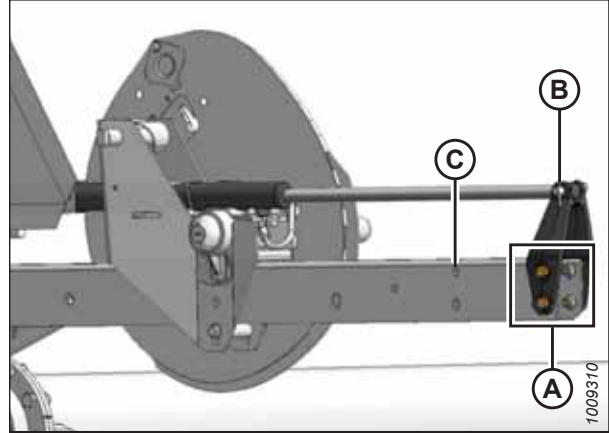

Figure 3.75: Position avant
6. Retirez les quatre boulons (A) qui maintiennent le support du vérin (B) sur le bras du rabatteur.
7. Positionnez le rabatteur jusqu'à ce que le support (B) soit aligné avec les trous de la position souhaitée (C) :
- Position avant, consultez la figure 3.75, page 86